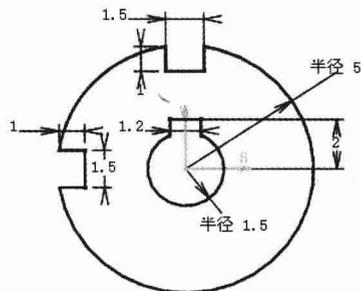

图 2.6 添加竖直约束和半径约束
Step6. 添加图 2.6 所示的竖直约束。选择下列菜单 **插入** → **约束** → **约束创建** → **竖直** 命令; 标注图中各直线的尺寸。